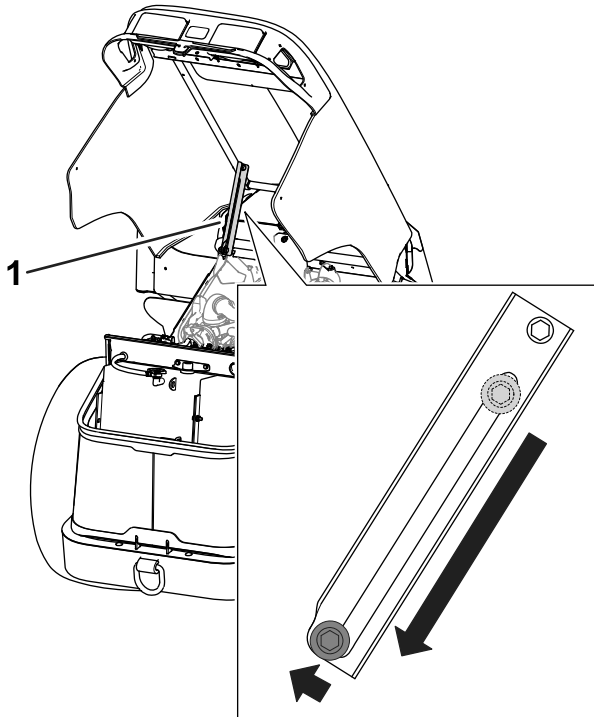

図 69
3. フードの支えボルトが支え穴に入ってフードを開けた状態で支えていることを確認する 図 69。